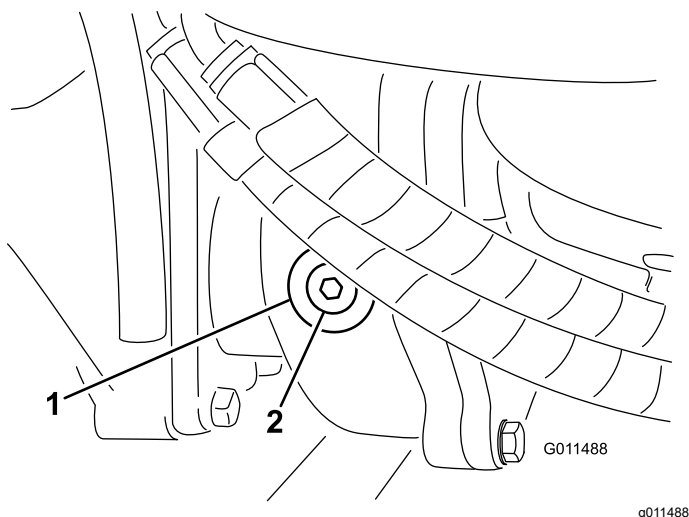

Рисунок 107
2. Снимите пробку контрольного (заливного) отверстия с левой стороны редуктора и убедитесь, что масло доходит до нижнего края отверстия (Рисунок 107).